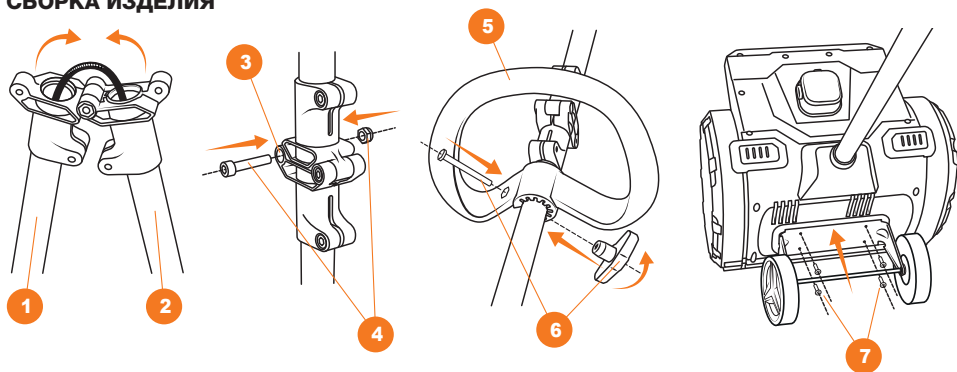

Рис. 3
- Соедините верхнюю ① и нижнюю часть ② штанги (Рис. 3)
- Закрепите соединительный элемент штанги ③ с помощью крепежных принадлежностей ④
- Установите дополнительную рукоятку ⑤ на штангу и закрепите ее положение с помощью фиксатора ⑥
- Закрепите колеса на корпусе снегоуборщика с помощью крепежных элементов ⑦